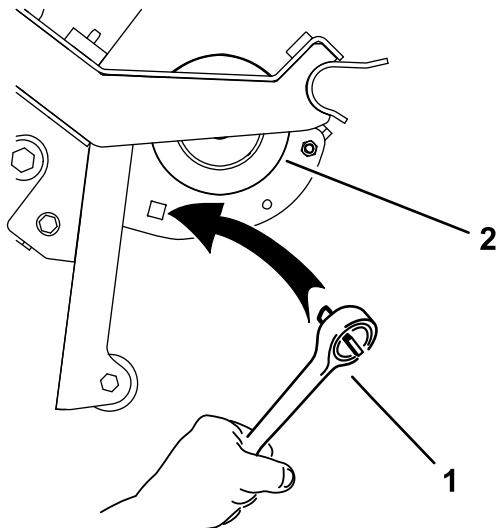

Figura 18
**Nota:** Puede utilizar una llave de carraca ( $\frac{1}{2}$ ") para mover la polea tensora izquierda del soplador (Figura 18).